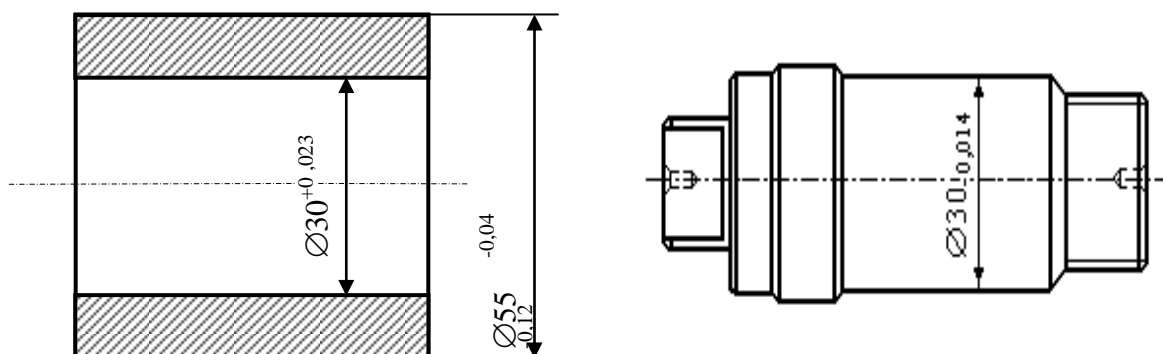

Рисунок 21
8. Для чистового обтачивания наружной поверхности втулки $\varnothing 55_{-0,12}^{-0,04}$ мм, имеющей центральное отверстие $\varnothing 30_{+0,023}^{+0,023}$ мм, спроектирована оправка с посадочной поверхностью $\varnothing 30_{-0,014}^{-0,014}$ мм. Определить погрешность базирования (рисунок 21).